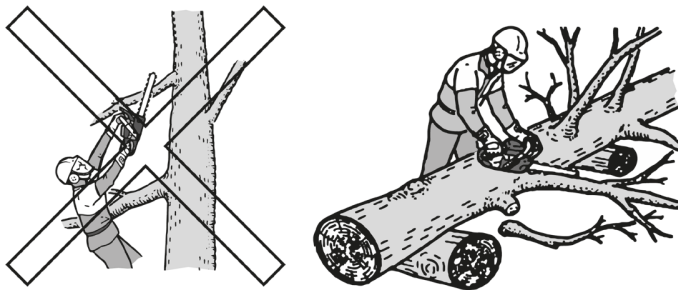

Рисунок 8. Схема обрізання малих гілок.
5.3.3.1 Обрізання малих гілок вести тільки на поваленому дереві згідно зі схемою рис. 8.